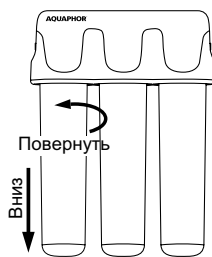

Рис. 4
- Поверните использованный фильтрующий модуль против часовой стрелки и отсоедините его (рис. 4).